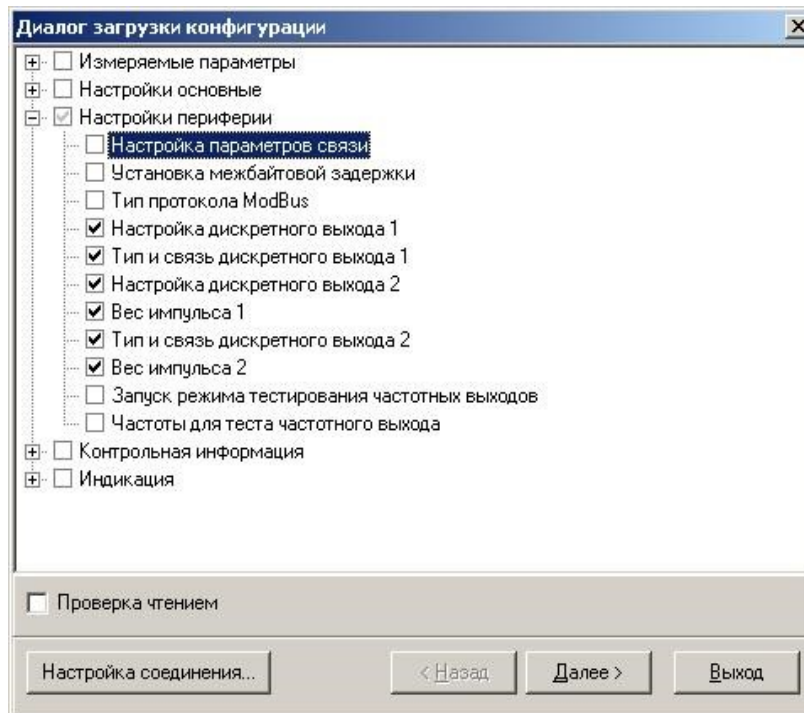

Рис.29. Окно «Диалог загрузки конфигурации»
- в открывшемся окне «**Диалог загрузки конфигурации**» выбрать набор параметров, которые будут загружены в прибор и нажать кнопку «**Далее**» (рис.29).